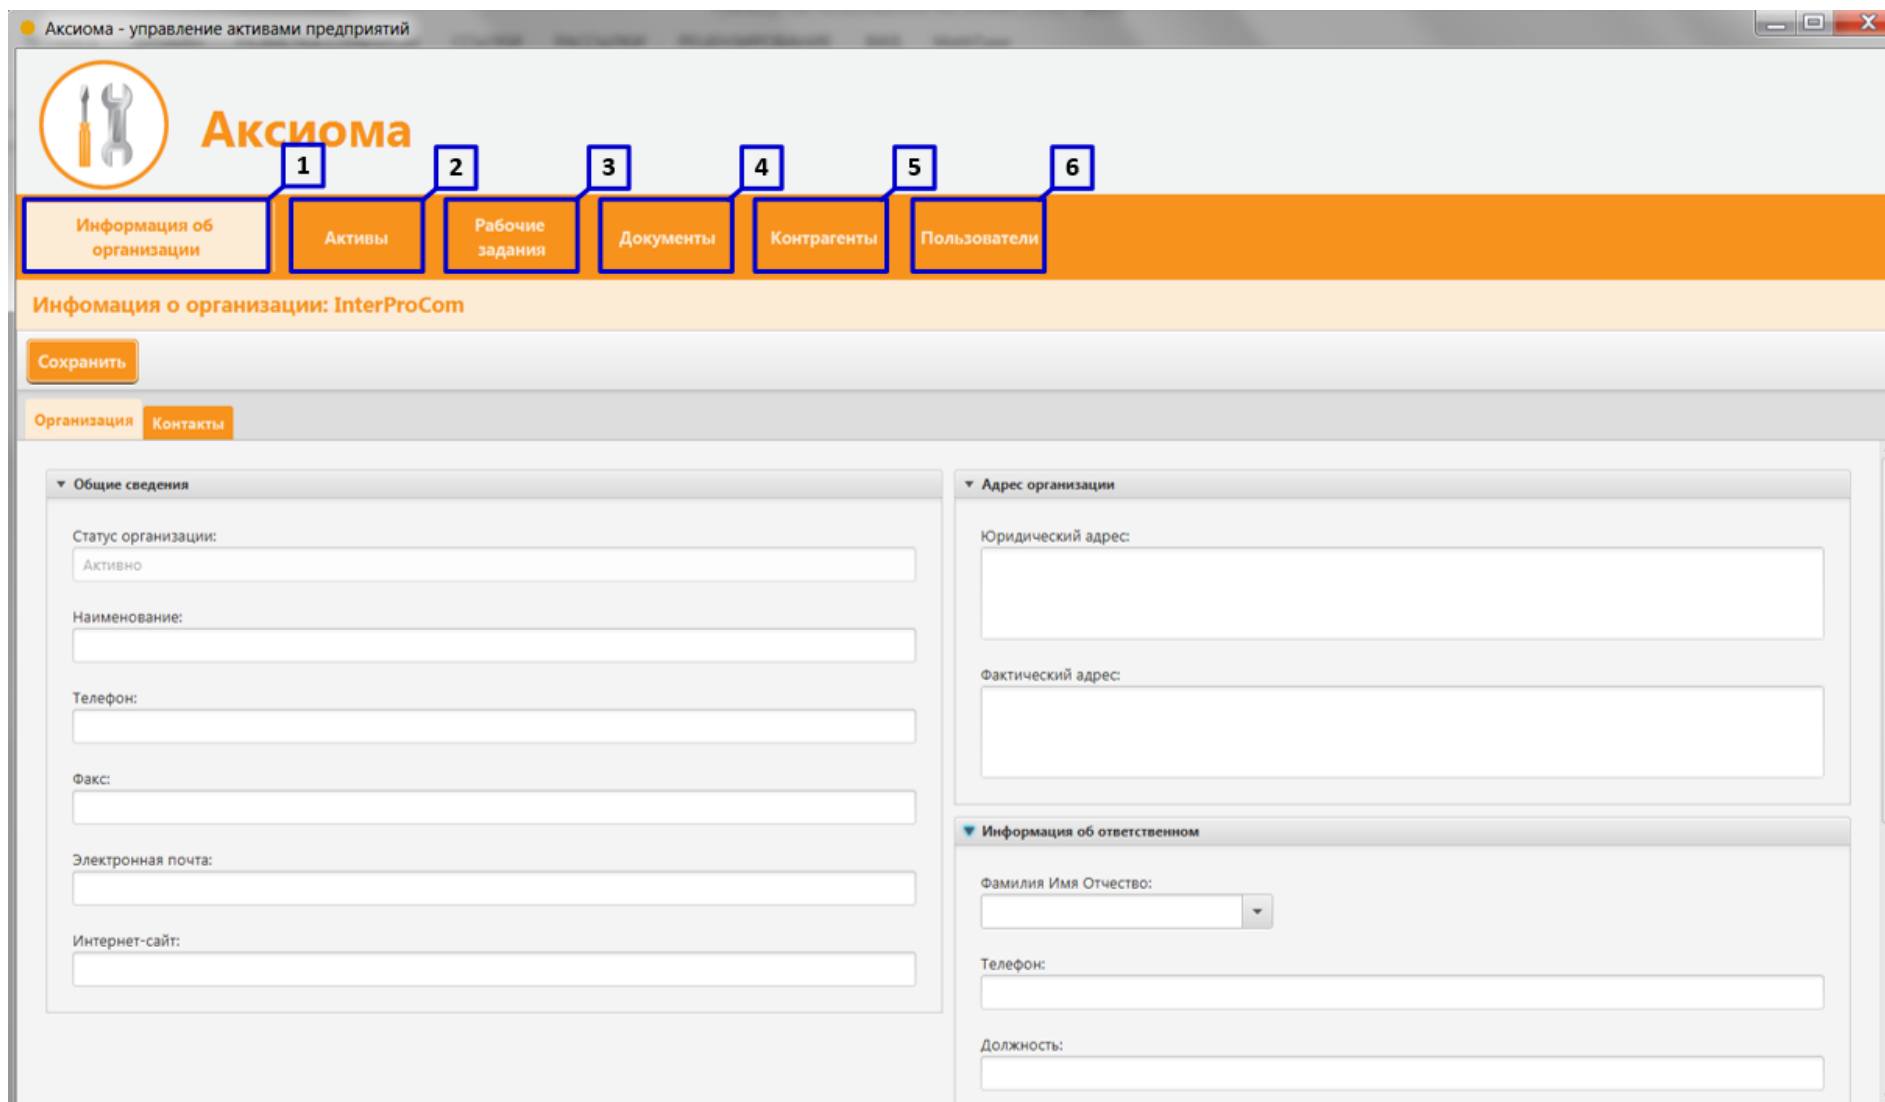

Рисунок 2. Окно Главного меню
При входе в систему откроется окно Главного меню (**Рисунок 2**).
1. Информация об организации (**Рисунок 2 пункт 1**);
2. Активы (**Рисунок 2 пункт 2**);
4. Документы (**Рисунок 2 пункт 4**);
5. Контрагенты (**Рисунок 2 пункт 5**);
6. Пользователи (**Рисунок 2 пункт 6**);